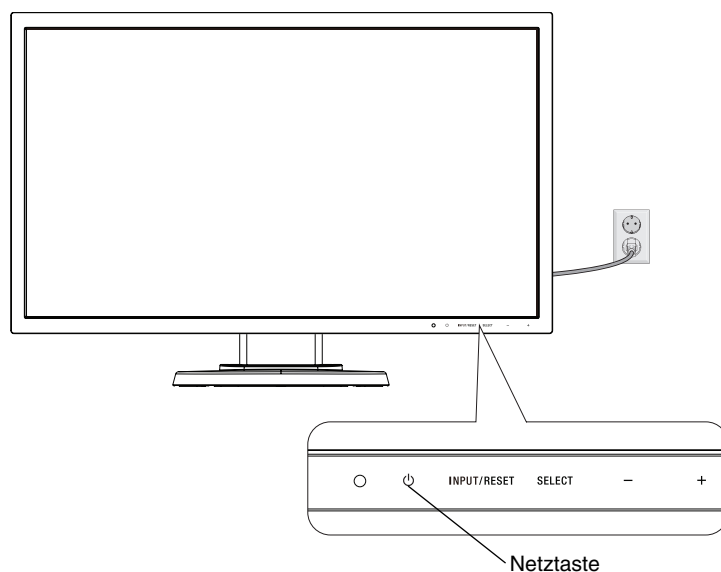

Abbildung E.1
- Schalten Sie den Computer ein. Schalten Sie anschließend den Monitor ein, indem Sie die Netztaste auf der Frontblende berühren (**Abbildung E.1**).